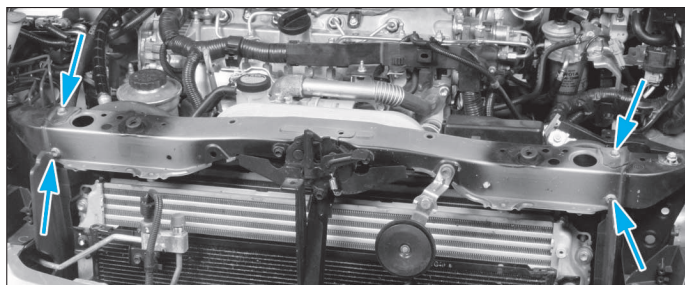

FIG. 54
- Déposer la traverse supérieure (4 vis) (fig. 54).